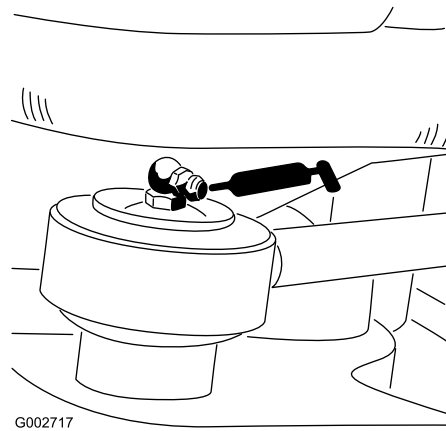

Figura 25
- Extremidade da haste do cilindro de direção (1 – apenas modelo 08705 (Figura 25))